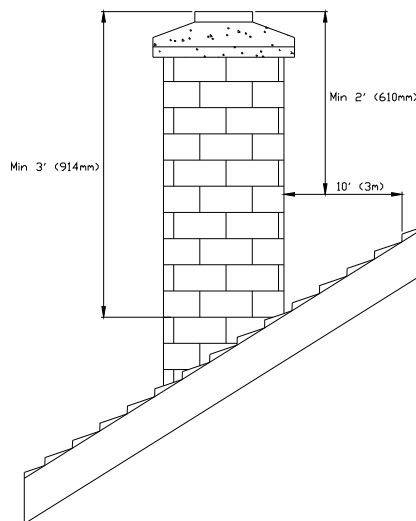

FIGURE 2.2 Hauteur minimum de la cheminée
- La cheminée doit dépasser le toit d'au moins 0,9 m (3 pi) du point de contact le plus élevé. Voir figure 2.2.
- La cheminée doit dépasser toute partie du bâtiment ou autre obstruction située à une distance d'au plus 3,04 m (10 pi) d'au moins 0,6 m (2 pi). Voir figure 2.2.